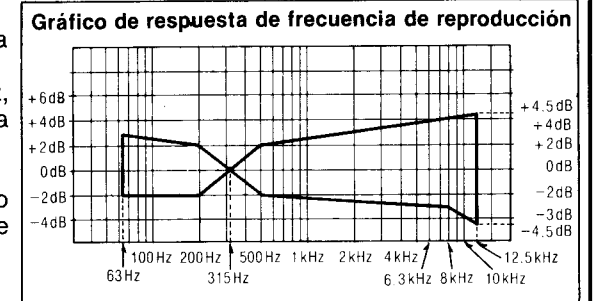

Fig. 8
- Asegurarse de que el valor medido está comprendido dentro de la gama especificada en el gráfico de la respuesta de frecuencia (mostrado en la Fig. 8).